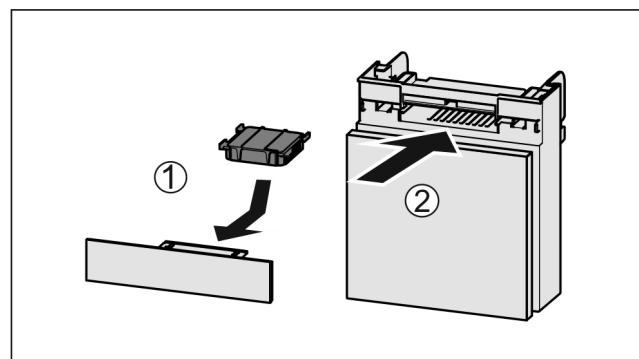

Fig. 158
- Вставити фільтр з активованого вугілля за малюнком Fig. 158 (1).
- Вставити відділення Fig. 158 (2).